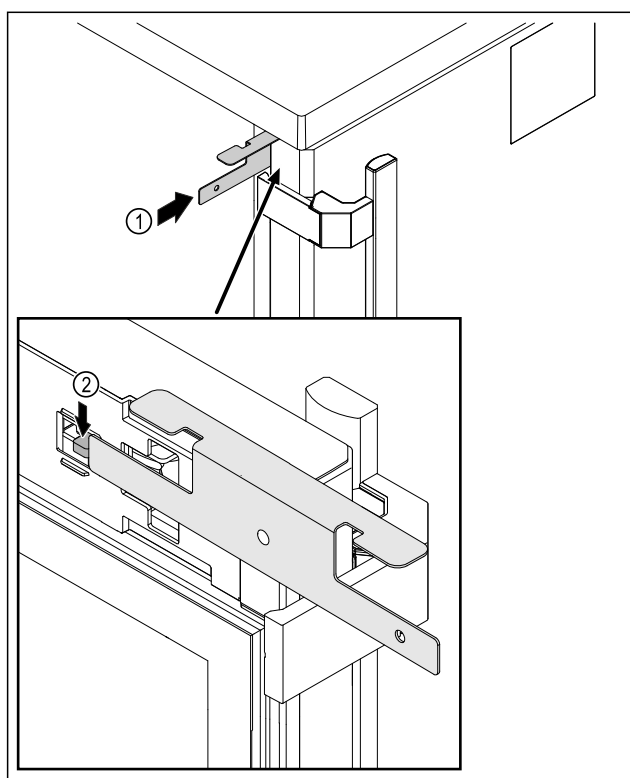

Fig. 218
- Notentriegelungsschlüssel Fig. 218 (1) zwischen Tür und Gerätekorpus einstecken.
- Schlosshaken Fig. 218 (2) in Richtung Scharnier drücken.